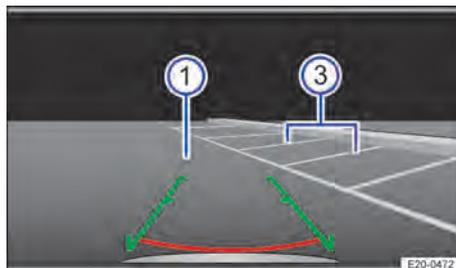

Fig. 111 Indicação na tela do sistema Infotainment: ir até a vaga de estacionamento escolhida. <
3. Conduzir para trás lentamente e virar de modo que as linhas laterais conduzam para a vaga de estacionamento selecionada ②. Nisso, as linhas devem coincidir assim com as linhas de delimitação laterais → Fig. 111 ③.